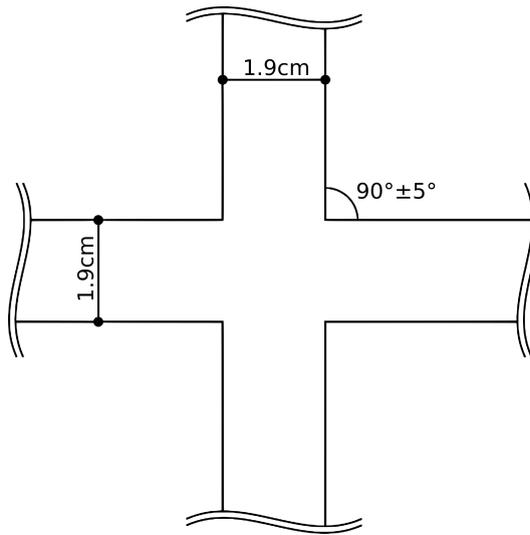

Figura 3: Intersección
- f. Cuando las líneas se cruzan, el ángulo de la intersección es de $90^{\circ} \pm 5^{\circ}$ (Ver Figura 3). Antes y después de la intersección hay 25 [cm] de línea recta.